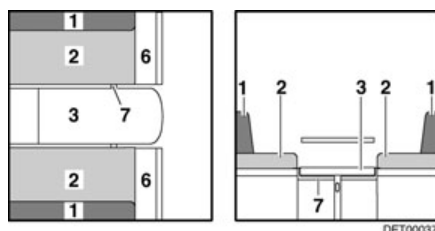

Fig. 111 Pendant la transformation
- Rabattre la rallonge de la banquette (Fig. 111,6) vers le haut et enclencher avec le rabat.